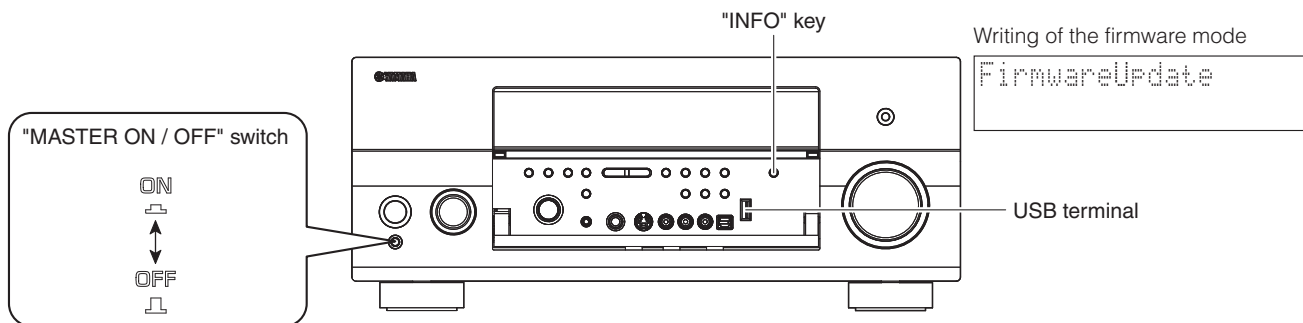

Fig. 1
3. Insert the USB flash memory to the USB terminal of this unit. (Fig. 1)
4. Press the "MASTER ON/OFF" switch of this unit inward to the ON position. (Fig. 1)
3. 本機のUSB端子にUSBフラッシュメモリーを差し込みます。(Fig. 1)
4. 本機の"MASTER ON/OFF"スイッチを押してONにします。(Fig. 1)